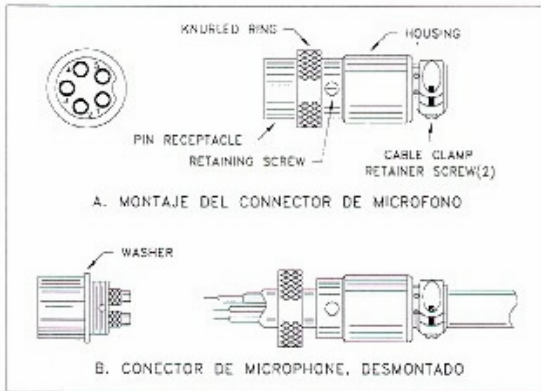

Fig. 2 Alambrado para el enchufe del micrófono
4. Pase el cable del micrófono a través de la cubierta, el anillo ranurado y la golilla (housing, knurled ring & washer) como se muestra en la Fig. 2.
6. Asegure que la cubierta (housing) y el anillo ranurado (knurled ring) de la Fig. 2, sean empujados hacia el cable del micrófono antes de comenzar a soldar.